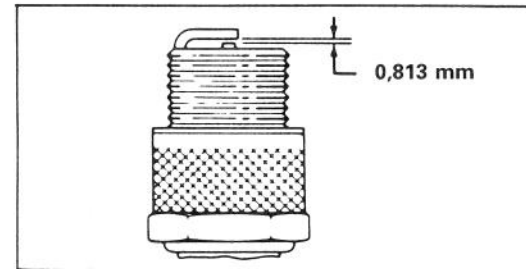

Fig. 17
3. INSTALLATE LA CANDELA — Fissate la distanza fra gli elettrodi (Fig. 17) a 0,81 mm. Montate la candela e serratela a 20,4 N.m. Se non usate una chiave torziometrica, stringetela forte. Inserite il cavo nella candela e installate di nuovo il quadro di comando.